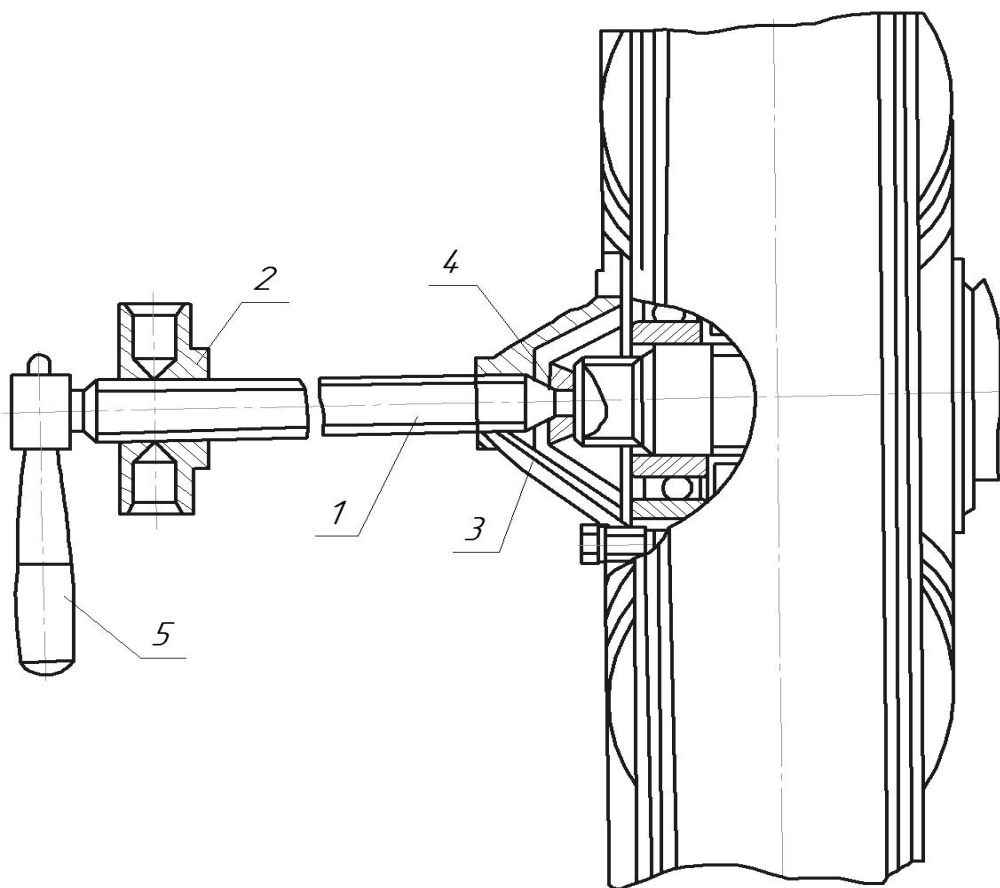

Рисунок 55 - Демонтаж направляющего колеса и опорного катка:
- установить траверсу на направляющее колесо и закрепить её болтами крепления крышки (рисунок 55), снять направляющее колесо в сборе с оси кривошипа 1 и установить на подставку. Снять съемник.